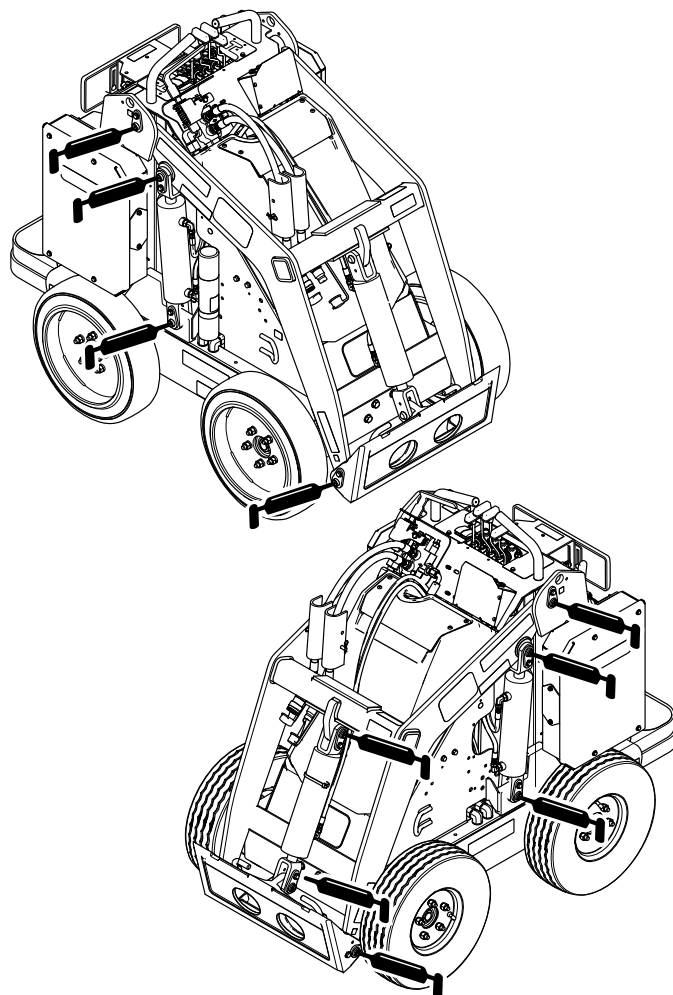
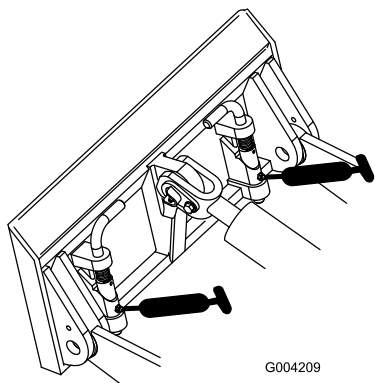

Figura 30
Figura 31
4. Ligue uma pistola de lubrificação ao encaixe (Figura 30 e Figura 31).